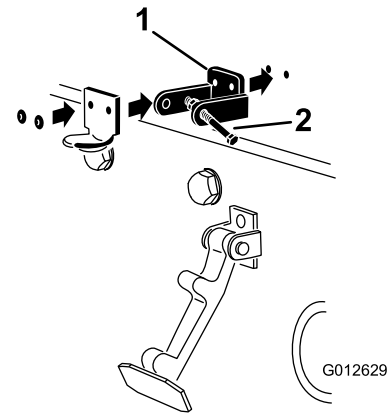

Bild 4
4. Fluchten Sie die Befestigungslöcher aus und positionieren Sie gleichzeitig die Halterung des CE-Riegels und des Motorhaubenriegels auf der Motorhaube (Bild 4).
6. Nieten Sie die Halterungen und Scheiben an die Haube (Bild 4).